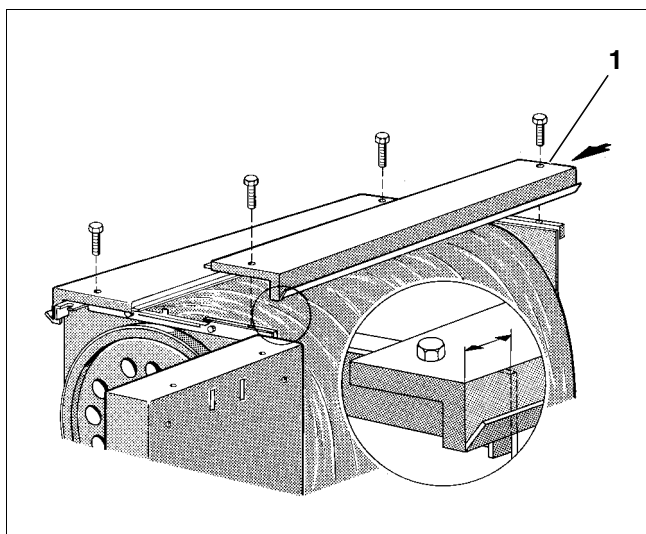

Fig. 13 Montagem do revestimento
- Coloque os componentes esquerdo e direito da cobertura sobre a travessa superior e aparafuse-os à frente e atrás das travessas com parafusos sextavados (fig. 13).
Preste atenção à indicação "Atrás" (fig. 13, item 1)!
A distância do bordo dianteiro do componente de cobertura até à parede dianteira da caldeira deve ser de 38 mm (fig. 13).